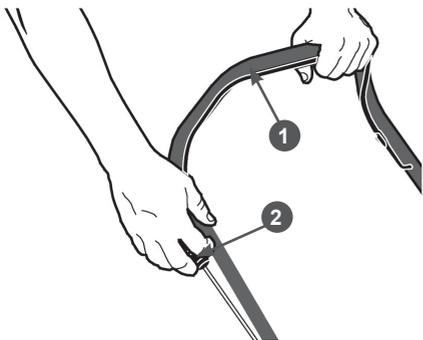

Рис. 13 Запуск двигателя
3. Встаньте позади газонокосилки.левой рукой нажмите на рычаг 1 остановки двигателя и удерживайте его, а правой рукой возьмите ручку 2 стартера (Рис. 13).
2. Отпустите рычаг 1 остановки двигателя (Рис. 13).